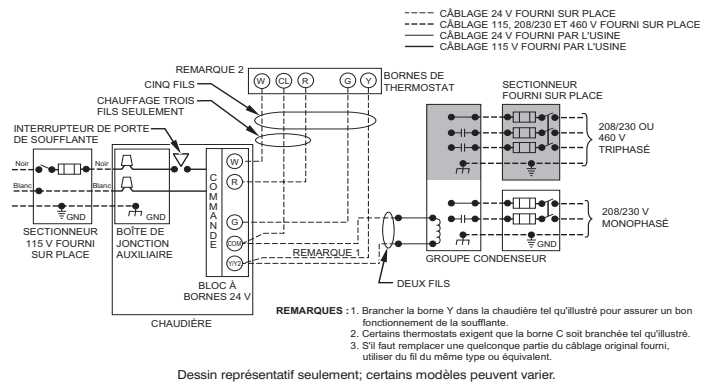
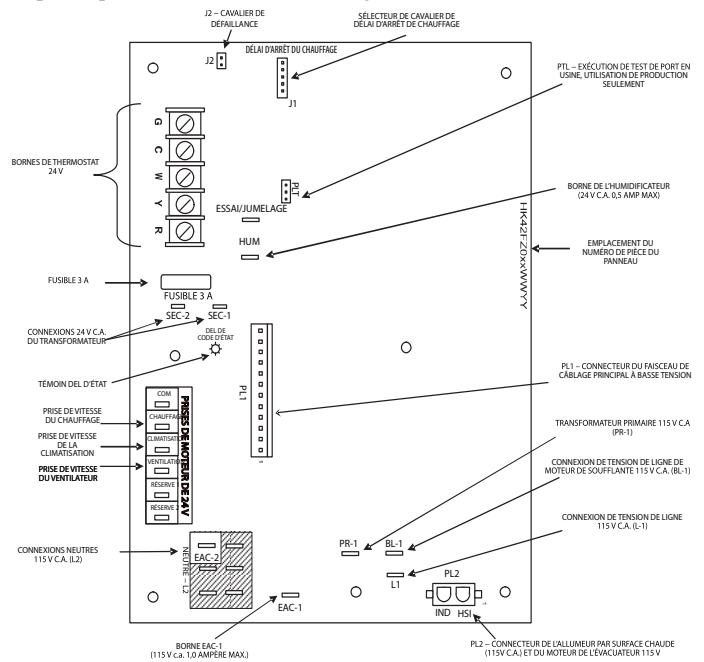

Fig. 33 – Schéma de câblage type d'un appareil à une phase
Fig. 37 – Exemple de panneau de commande de chaudière à une phase
Consultez la Fig. 33 pour le schéma de câblage illustrant un câblage type de 115 V. Vérifiez que toutes les connexions électriques faites en usine ou sur place sont bien serrées.
6. Branchez l'alimentation électrique et les fils neutres aux fils d'alimentation électrique de la chaudière, comme illustré à la Fig. 33.
5. Branchez les fils neutres et les fils électriques aux fils d'alimentation électrique de la chaudière, tel qu'illustré à la Fig. 33.
Effectuez les connexions 24 V à la plaquette de connexion 24 V. Consultez la Fig. 37. Branchez la borne Y/Y2 conformément à la Fig. 33 pour assurer une bonne climatisation. N'utilisez que le fil de thermostat en cuivre AWG n° 18, codé par couleur.
La commande comporte un fusible de 3 A de type automobile sur le circuit de 24 V. Tout court-circuit direct survenant durant l'installation, la réparation ou la maintenance fera griller le fusible. Si le fusible doit être remplacé, n'utilisez qu'un fusible de 3 A de taille identique. Consultez la Fig. 37.
(Consultez la Fig. 38 et la Fig. 37.)